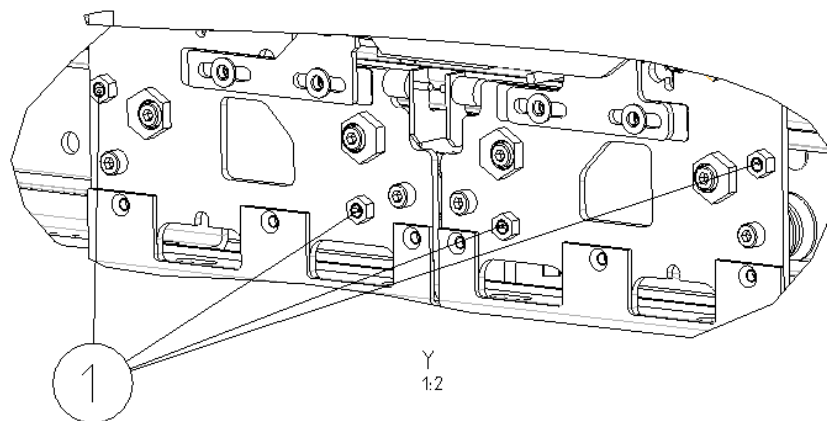

Bild 23: Exzenter am Fahrslitten 1 einer 4-blättrigen mittig öffnenden Schachttür mit der Türbreite von 800 mm bis 1100 mm
4- blättrig mittig öffnende Aufzugstüren mit einer Türbreite von 800 mm bis 1100 mm sind mit einen Exzenter (1) ausgestattet (Bild 23), der bei einer angreifenden Kraft in Öffnungsrichtung das Aufspreitzen der Türblätter verhindern soll. Dieser Exzenter muß mit einem Abstand von < 0.4 mm zur Laufschiene eingestellt sein.
Die Verbus Ripp Mutter M8 (2) lösen und leicht anziehen, daß sich der Exzenter (3) mit einem Schraubendreher drehen läßt aber nicht klappert. Den Exzenter bis auf einen Spalt von $< 0,4$ mm an die Laufschiene anstellen und mit der Verbus Ripp Mutter kontern. Die Einstellung bei den Fahrschlitten 1 an allen Exzentern (1) (Bild 23) wiederholen.